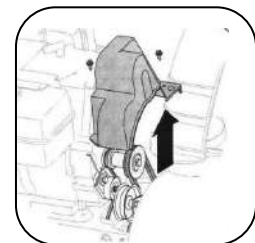

Figure 20
1. Retirez le carter de la courroie situé à l'avant du moteur en retirant les deux vis autotaraudeuses. Voir la figure 20.